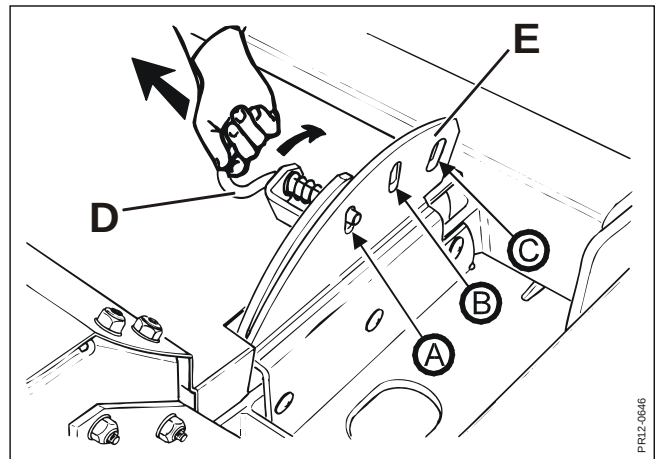

Fig. 3-23
Fig. 3-23 Das System wird mit dem Handgriff **D** bedient, der in 3 Positionen auf der Konsole **E** angebracht werden kann. Der Abstand der Aufbereiterplatte zum Rotor kann dadurch geändert werden, indem der Handgriff **D** zu einem der anderen Löcher in der Konsole **E** rückt. Wenn der Handgriff in Pos. (A) angebracht wird, ist der Abstand zwischen der Aufbereiterplatte und den Aufbereiterfingern klein, in Pos. (B) ist der Abstand mittelgroß und in Pos. (C) ist der Abstand groß.